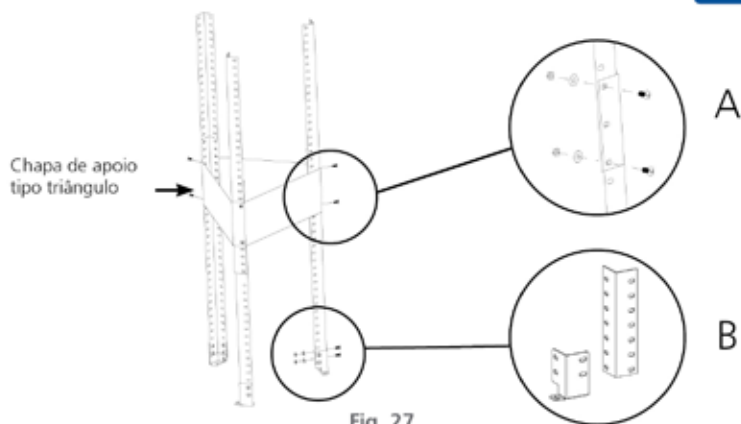

Fig. 27
- Ajustar a altura da coifa conforme a necessidade, utilizando as cantoneiras sobrepostas, cada uma com 2 parafusos, arruela e porca, utilizando a chapa de apoio tipo triângulo (fig. 27).